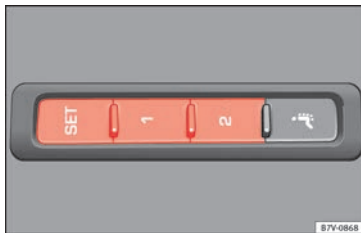

Abb. 157 Memorytasten außen am Fahrersitz.
- Taste  länger als eine Sekunde drücken »» **Abb. 157.**